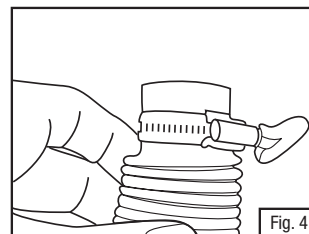

Fig. 4
- Placer le collier de serrage du tuyau sur l'extrémité libre du tuyau de respiration (Fig. 4).